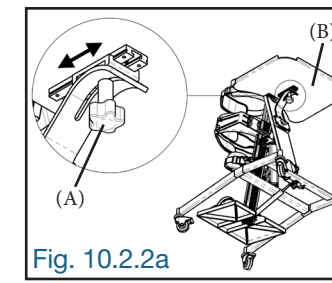

Fig. 10.2.2a
Desserrer légèrement le bouton de blocage (A) sous la table et glisser la table (B) vers l'avant ou l'arrière. À la position désirée, resserrer fermement le bouton de blocage (A) afin de fixer la table en place (Fig. 10.2.2a).